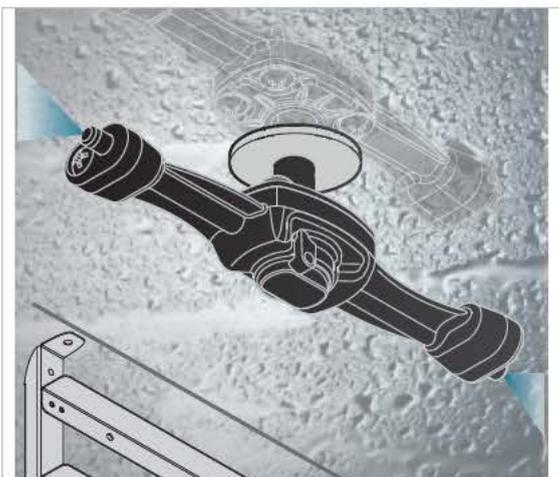

Abbildung 29
- einem Kunststoffrotor mit zwei Düsen (siehe Abbildung 29);